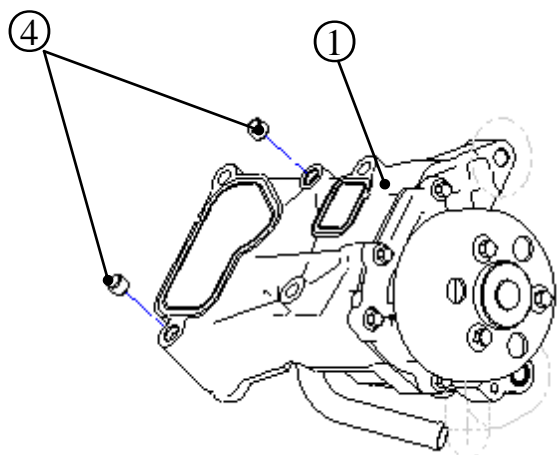

图 L-4 定位套装配图
- 2)、将密封圈 1③和密封圈 2②装入水泵和模块总成①对应凹槽，见图 L-4。